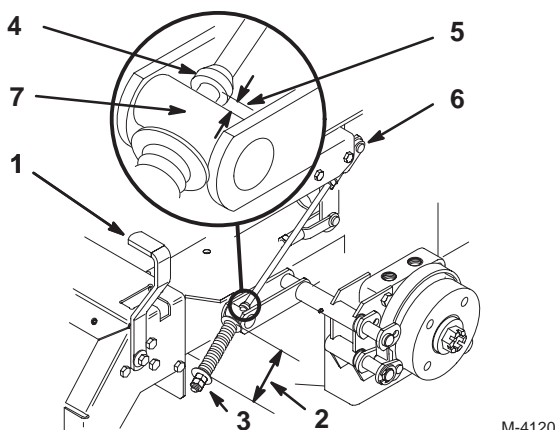

Bild 56
2. Messen Sie die Länge der Feder. Sie sollten zwischen den Scheiben 70 mm messen (Bild 56).
3. Falls Sie eine Einstellung vornehmen müssen, lockern Sie die Klemmmutter unterhalb der Feder und ziehen Sie die Mutter direkt unter dem Joch an (Bild 56). Drehen Sie die Mutter, bis Sie den korrekten Messwert erhalten. Ziehen Sie die beiden Muttern zusammen an und wiederholen Sie das Verfahren auf der gegenüberliegenden Maschinenseite.
6. Messen Sie die Entfernung zwischen der Drehzapfenrolle und dem Kranz an der Bremsstange. Die Distanz sollte 5–7 mm betragen (Bild 56).
7. Sollte eine Einstellung erforderlich sein, lösen Sie die Klemmmutter direkt unter dem Joch. Drehen Sie die unteren Einstellmuttern, bis Sie den korrekten Messwert erhalten (Bild 56). Ziehen Sie die Klemmmutter am Joch an.